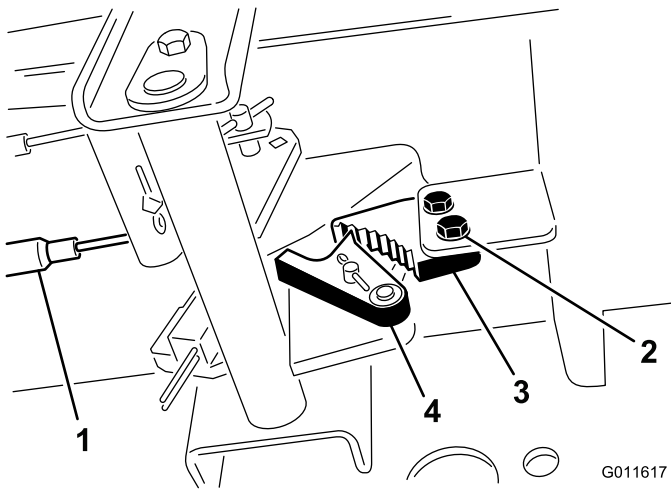

Figura 36
1. Solte os 2 parafusos que prendem a lingueta do travão de estacionamento à estrutura (Figura 36).
2. Carregue no pedal do travão para a frente até o detentor do estacionamento engatar completamente na lingueta do travão (Figura 36).